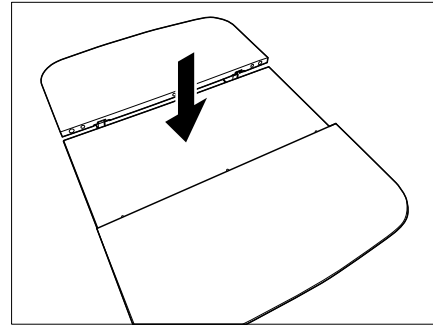

Fig. 109 Abaisser la partie médiane
- Presser la partie médiane de la table fortement vers le bas (Fig. 109). La partie médiane est poussée vers le haut par la force du ressort.
- Presser la partie médiane de la table fortement vers le bas. La partie médiane se verrouille dans la position inférieure (Fig. 109).